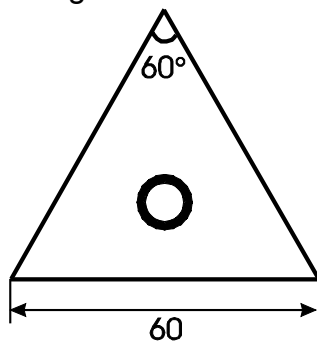
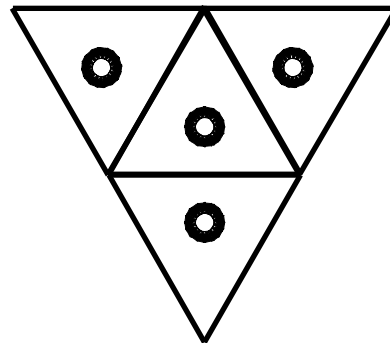

Figura 1
Figura 2
- Să se realizeze desenul din figura 1, folosind comenzile de desenare și tehnici OSNAP de marcarea a punctelor.
- Folosind oglindiri succesive ale triunghiului din figura 1, să se realizeze figura 2.